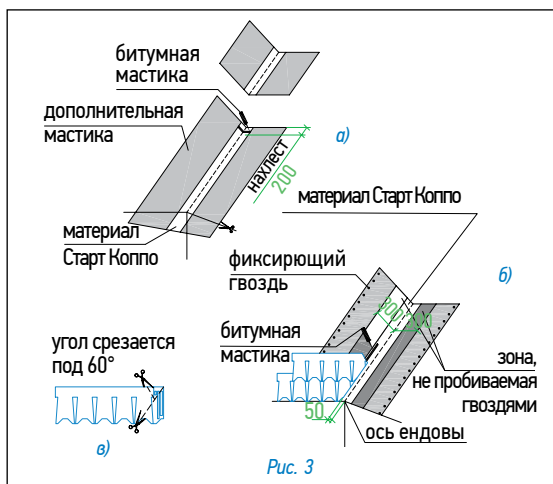

Рис. 3
Ендова (рис. 3)
2. «Старт Коппо» укладывается с нахлестом 20 см, место нахлеста тщательно обрабатывается битумной мастикой (рис. 3)